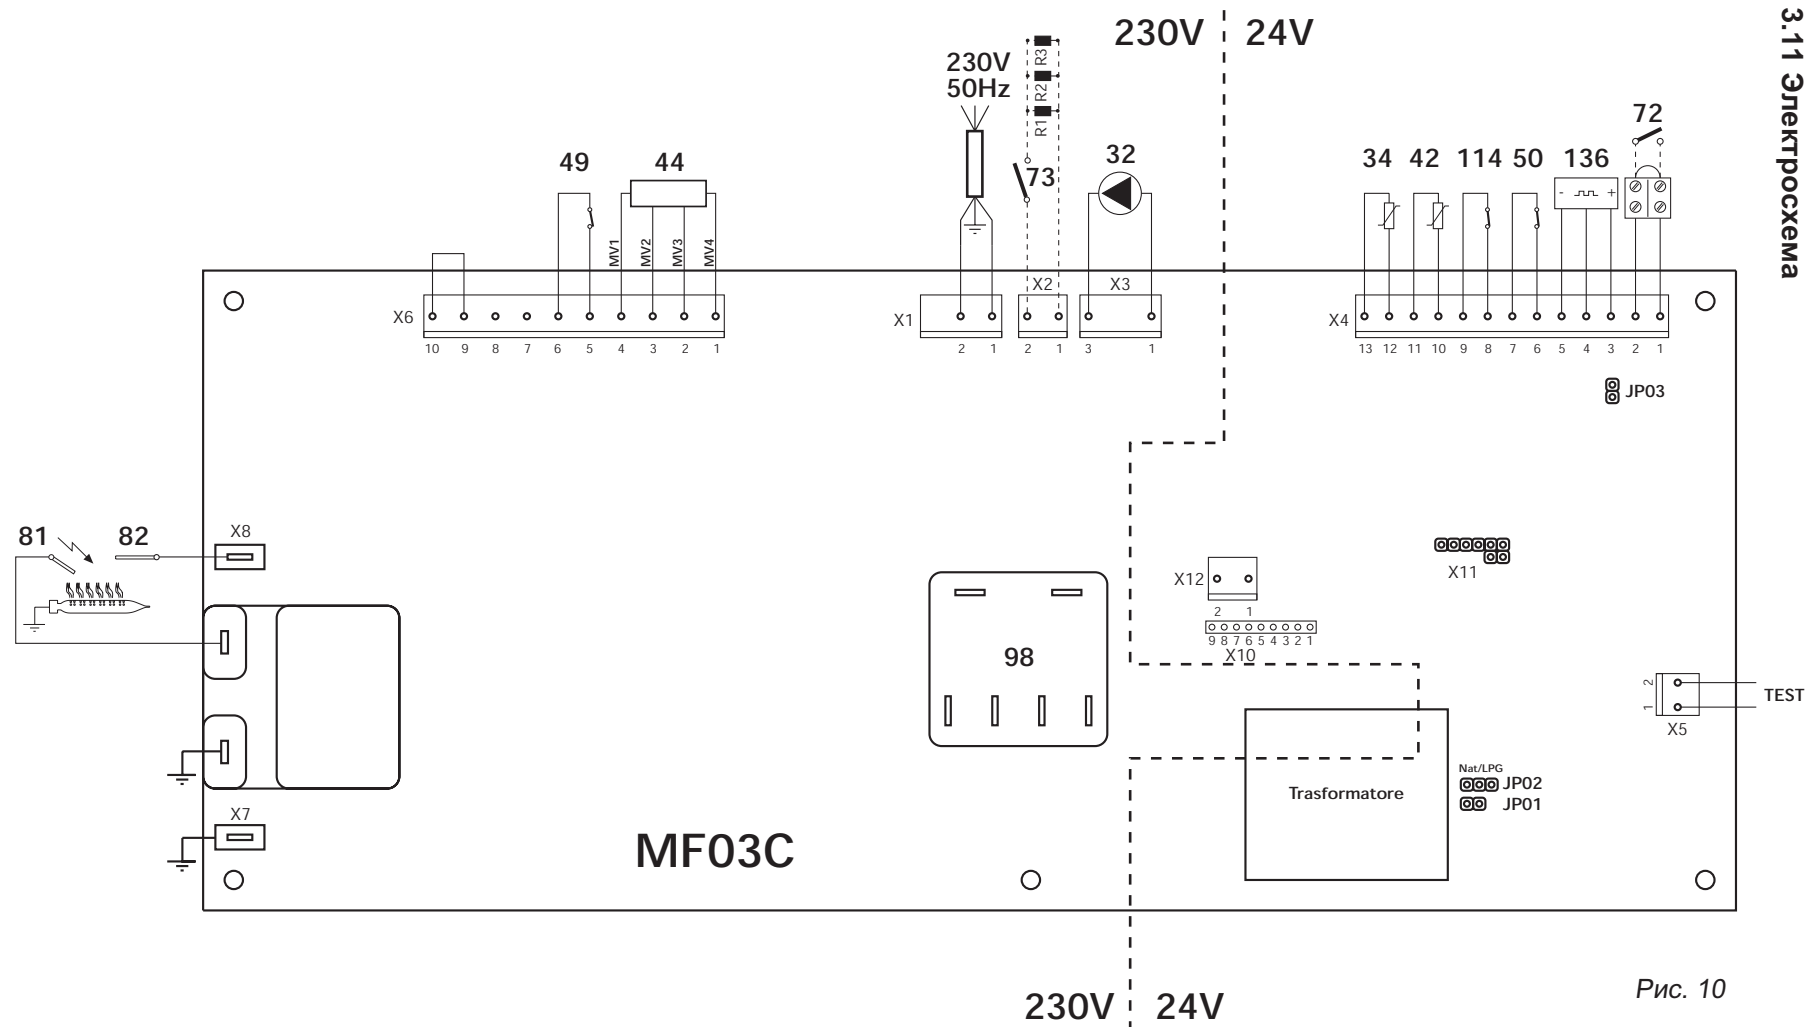

Рис. 10
Котел подключается к однофазной электросети 230 В - 50 Гц с установкой между котлом и сетью плавких предохранителей в 3А максимум и двухполюсного выключателя с зазором между контактами как минимум в 3 мм. Обязательно подключить котел к эффективной заземляющей установке. Под электрической коробкой имеется трехполюсный клеммник для подключения котла к сети (230 В - 50 Гц) и двухполюсный клеммник для подключения, при необходимости, термостата помещения. Для выполнения подключения отвинтить винт, крепящий отделение с клеммниками, и подсоединить провода, соблюдая положение клемм. Напоминаем, что между контактами термостата помещения имеется низкое напряжения (24 В). Электрические подключения должны выполняться по схеме приведенной на рис. 10.
Подключить термостат помещения (72) как показано на рис. 10.